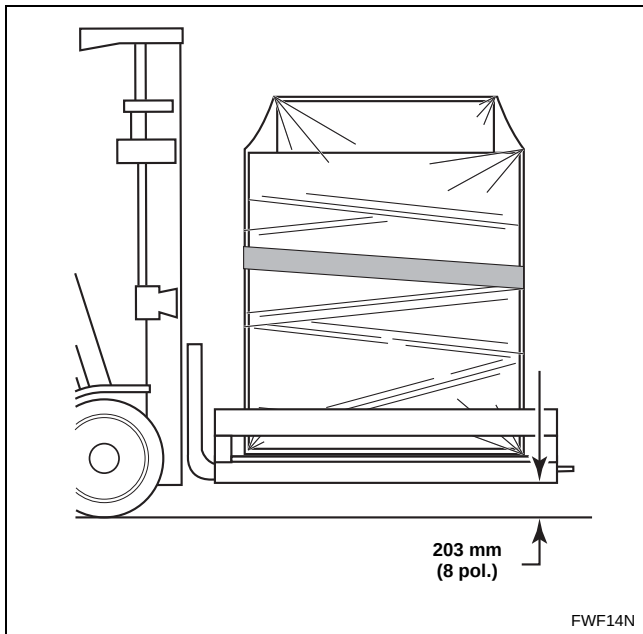

Figura 4
3. Use o empilhador para erguer cuidadosamente a calandra ainda embalada. Consulte a Figura 4.